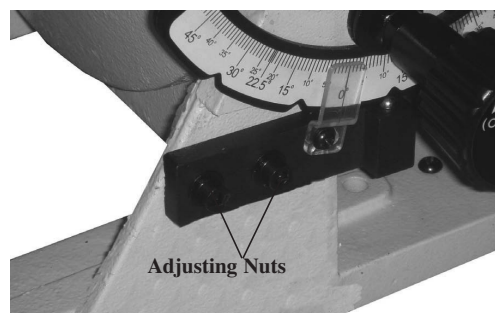

Рис. 03
2. Для того, чтобы выполнить регулировку, переместите стол таким образом, чтобы он оставался в положении под углом в 90°, освободите две регулировочные гайки (Рис. 03) на фиксирующем устройстве и перемещайте фиксирующее устройство вправо или влево для выполнения требуемой регулировки. Завершив регулировку, затяните две регулировочные гайки на фиксирующем устройстве.